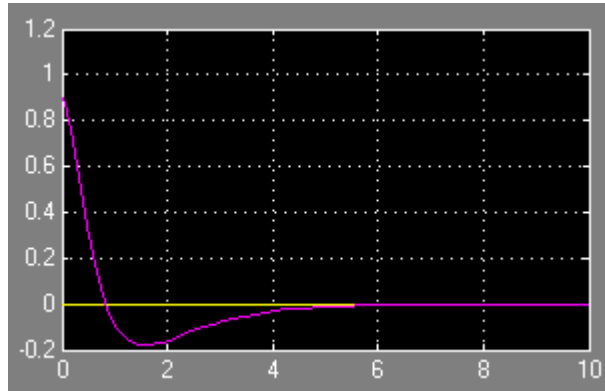

Рис. 4. Переходный процесс маятника $y(t)$, начальное положение $y_0 = 0.9$.
- Используя расчетные данные стабилизации маятника (Рис. 4) задайте допустимые границы коридора движения переменной. Постройте границы коридора введя команду **Show Plot** закладки **Bounds**.
14. Для сравнения исходного переходного процесса (Рис. 4) и переходного процесса с оптимизированными параметрами постройте следующую модель.